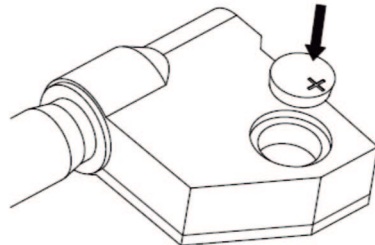

Abb. 2
- » Legen Sie die CR2032-Batterie in das Batteriefach ein, die positive Seite der Batterie (+) sollte nach außen zeigen (Abb. 2).